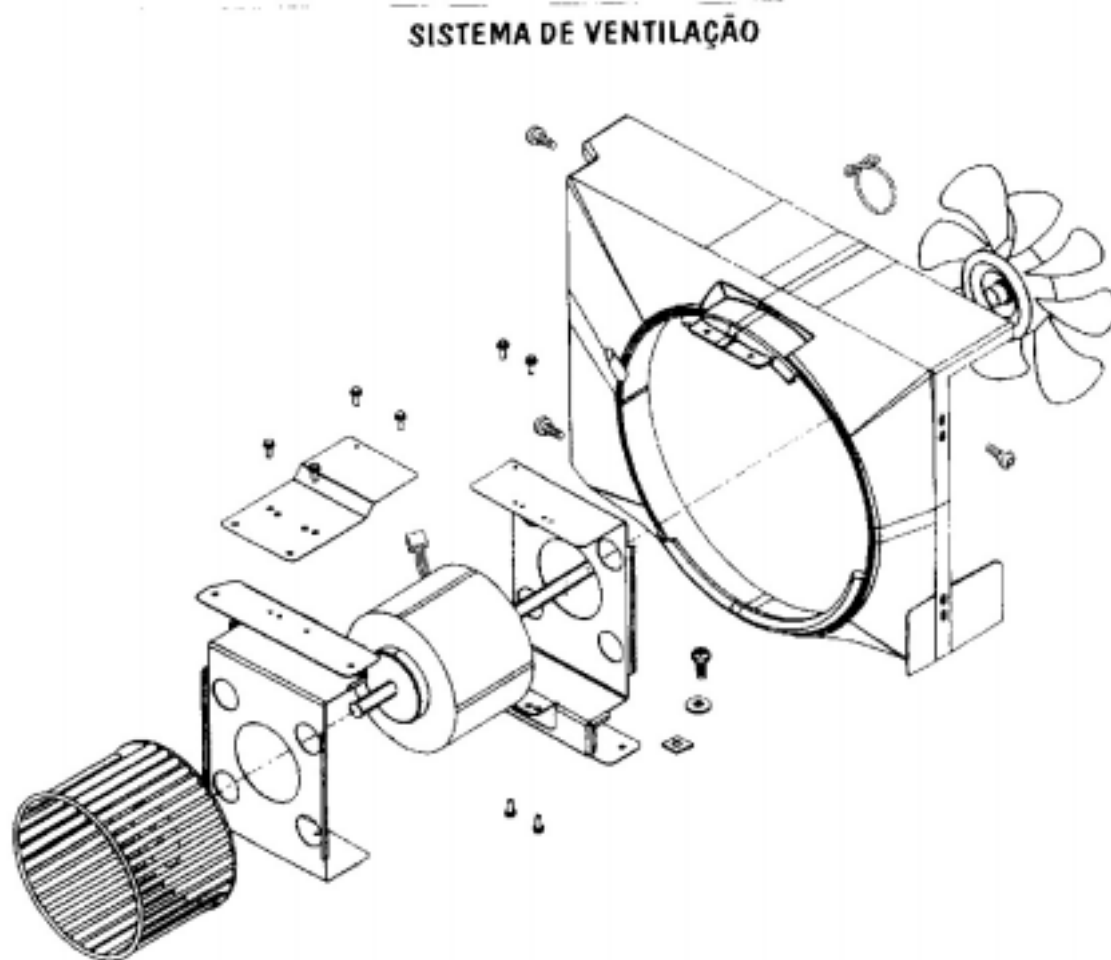

Fig.05
- Câmara de Ventilação (veja fig.05).